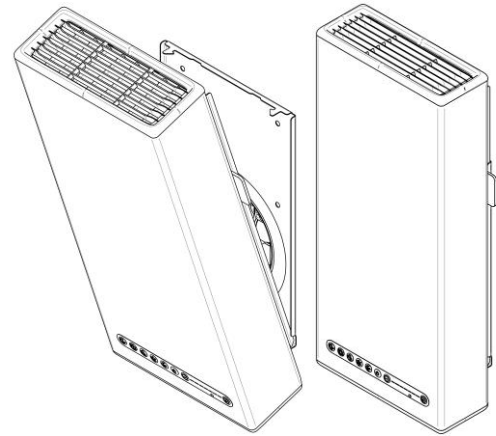

Рис. 25
1. Установите глушитель в паз монтажной пластины под углом  $30^{\circ}$  и прижмите шумоглушитель к стене до срабатывания замка. Убедитесь в надежной фиксации прибора, см. Рис. 25.